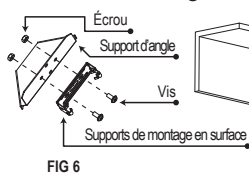

FIG 6
- Utilisez des vis et des écrous pour fixer le support d'angle aux supports de montage en surface, comme illustré sur la Figure 6.